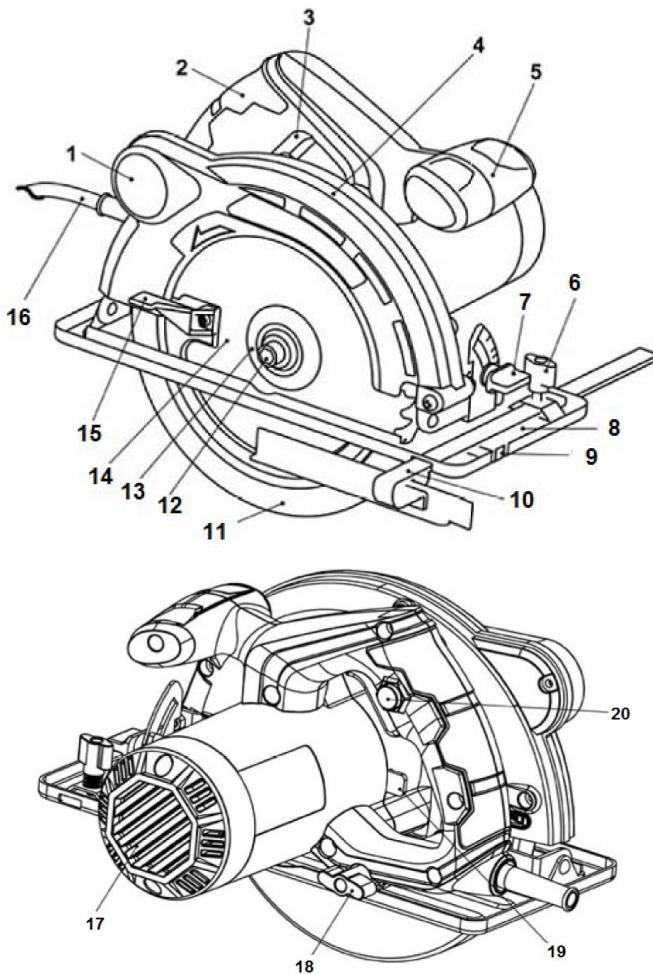
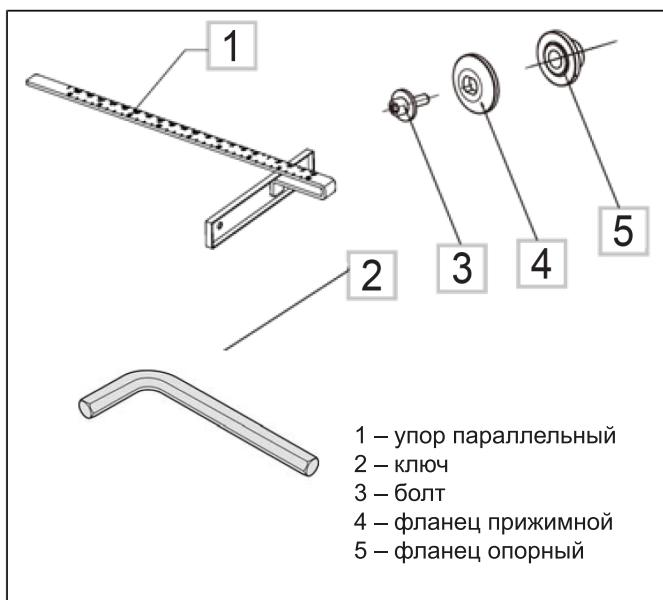

Рис. 1
Рис. 2
2. Зафиксировать пильный диск с помощью рычага фиксации шпинделя (поз. 19, Рис. 1)
3. С помощью ключа (поз. 21, Рис. 2) открутить болт (поз. 12, Рис. 1)
4. Отвести подвижный защитный кожух диска (поз 11, Рис. 1) назад до упора и зафиксировать его
5. Снять прижимной фланец (поз. 13, Рис.1) и пильный диск (поз. 14, Рис. 1).
Ослабьте винт фиксации угла наклона диска (поз. 7, Рис. 1). Передвижением опорной платформы установите необходимый угол наклона диска, ориентируясь по градуированной шкале. После регулировки угла наклона диска зафиксируйте винт фиксации угла наклона диска.
Для регулировки параллельного упора (поз. 10, Рис. 1) ослабьте винт фиксации параллельного упора (поз. 6, Рис. 1) и отрегулируйте ширину распила, передвигая направляющую вправо или влево.
1. Установите пилу (опорную платформу) на пиломатериал и выровняйте положение пильного диска по отношению к линии пропила, пользуясь для этого прорезями для визирования (поз. 9, Рис. 1). Если пильный диск не наклонён, совмещайте линию пропила с прорезью «0» для визирования, при пилении под наклоном ( $45^\circ$ ) совмещайте линию пропила с прорезью «45» и для визирования.
2. Сначала включите циркулярную пилу. Для этого нажмите кнопку защитной блокировки выключателя (поз. 20, Рис. 1) и не отпуская нажмите на выключатель (поз. 3, Рис. 1). Дайте пиле набрать максимальные обороты, после чего начинайте обработку пиломатериала.
Для подключения пылесоса подсоедините шланг пылесоса к патрубку (поз. 1, Рис. 1).